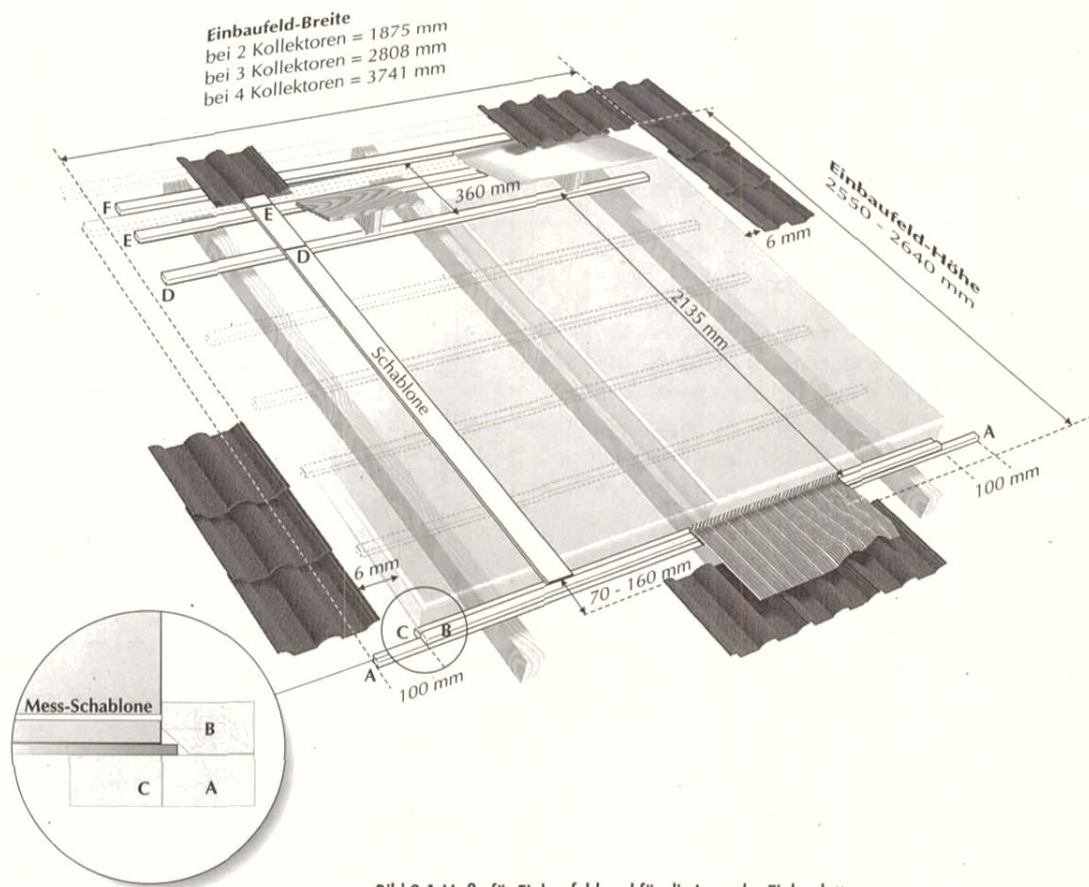

Bild 3.1 Maße für Einbaufeld und für die Lage der Einbaulatten.
4. Die Latten **B** (Länge 920mm) an Kollektorpositionen mit Schnellbau-Schrauben so auf Latte **A** schrauben, dass die Kollektoren bei der Montage in schräge Kante gleiten können und auf diese Weise fixiert werden (siehe Lupe Bild 3.1).